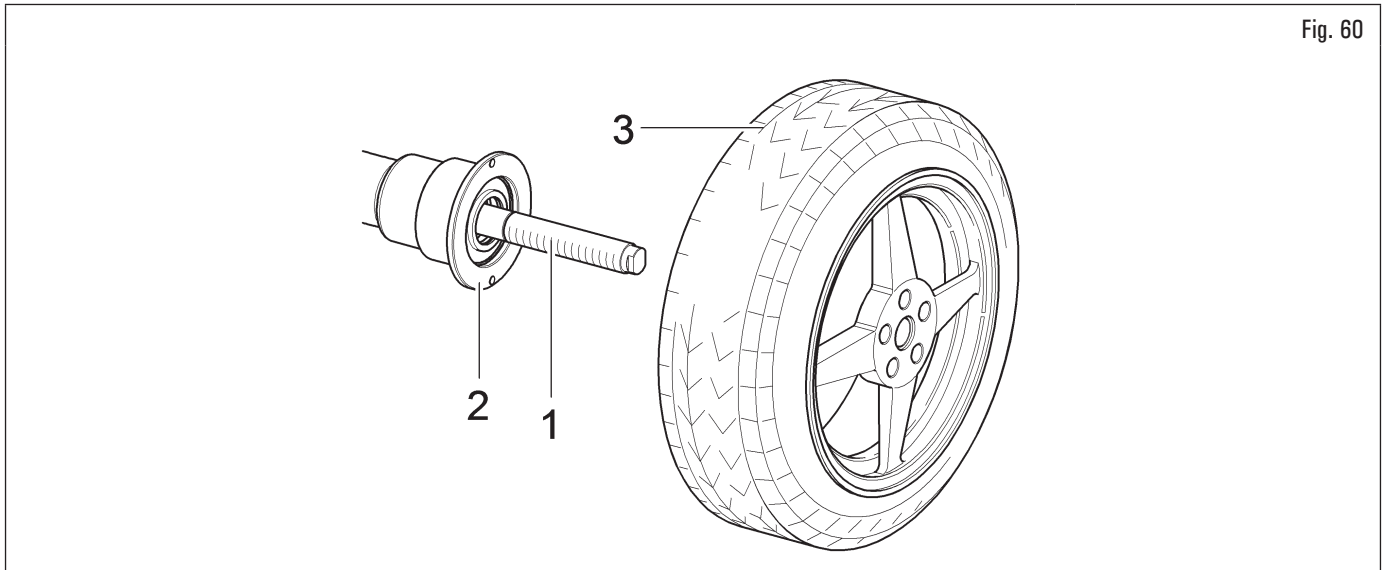

Fig. 60
1. Antes de montar la rueda, limpiar el mandril (Fig. 60 ref. 1);
2. montar la rueda (Fig. 60 ref. 3) con la parte interna de la llanta hacia la equilibradora, hasta llegar contra la brida de apoyo (Fig. 60 ref. 2);